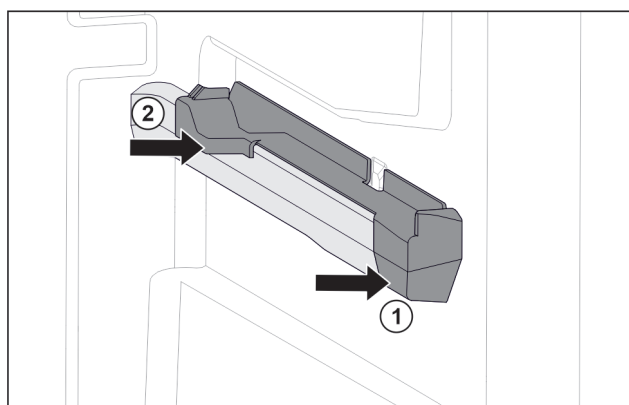

Fig. 132 Natični dio na desnom žlijebu spremnika
- Postavite natični dio sprijeda na žlijeb spremnika. Fig. 132 (1)
- Pritisnite natični dio straga. Fig. 132 (2)